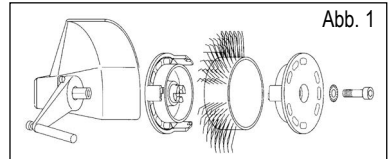
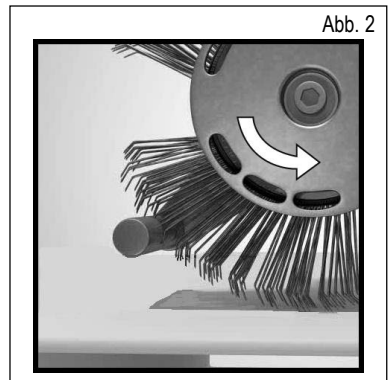

Abb. 1
Abb. 2
3. Druckluftversorgung unterbrechen und dann Bristle Blaster® Band 23 mm bzw. 11 mm ordnungsgemäß mit dem entsprechenden Aufnahmesystem (Laufrichtung beachten) und der dafür vorgesehenen Fächerscheibe und Schraube am Werkzeug befestigen. Siehe Abb. 1 und Abb. 2
- Verwenden Sie ein Bristle Blaster® Band in der falschen Laufrichtung? – Richten Sie das Bürstenband so aus, dass es in die vorschriftsmäßige Richtung läuft (siehe Kapitel 7, Inbetriebnahme, Abb. 2).